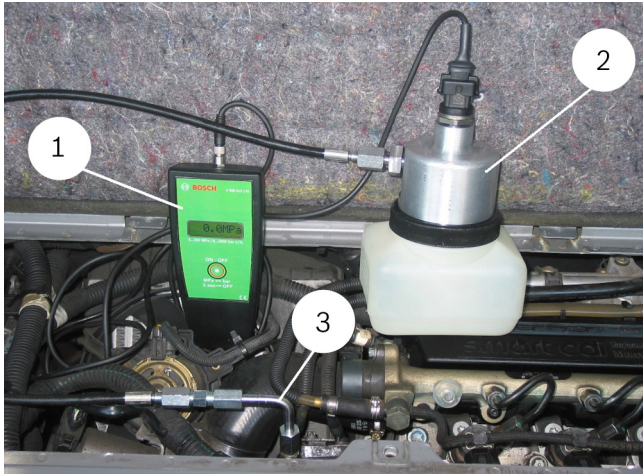

Abb. 13: Przykład podłączenia do pompy wysokociśnieniowej Common Rail CP 1
4. Podłączyć wąż 60 MPa (rys. 13, poz. 3) z odpowiednim adapterem przyłączeniowym, kątownikiem, nakrętką i pierścieniem dociskowym (gwint lewoskrętny) do pompy wysokociśnieniowej.
5. Podłączyć wąż do modułu rejestracji ciśnienia (rys. 13, poz. 2).
7. Podłączyć przewód łączący do cyfrowego wskaźnika ciśnienia (rys. 13, poz. 1) i czujnika ciśnienia szyny modułu rejestracji ciśnienia (rys. 13, poz. 2).